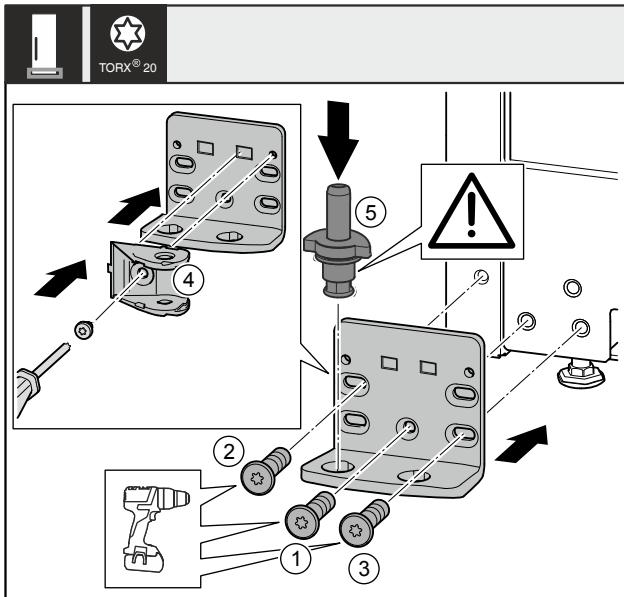

Fig. 37 \*
- ▶ 将托架安装到另一侧，并借助螺丝刀旋紧。用螺钉 Fig. 37 (1) 从底部的中心开始。\*
- ▶ 拧紧螺钉 Fig. 37 (2) 和螺钉 Fig. 37 (3)。\*
- ▶ 将关门阻尼器连接装置 Fig. 37 (4) 旋转 180°。用螺丝刀拧紧托架的另一侧。\*
- ▶ 将轴承螺栓 Fig. 37 (5) 完全装入。同时注意止动凸轮需指向后方。\*